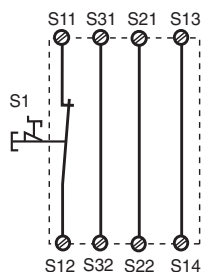
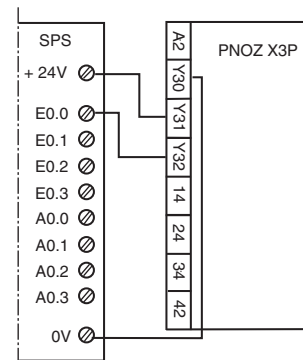

Fig. 2: Eingangskreis einkanalig, automat. Start/Single-channel input circuit, automatic reset/Comande par 1 canal, validation automatique
Fig. 10: Anschlussbeispiel für Halbleiterausgang/Connection of semiconductor output/
In Fig. 2 ... Fig. 10 sind Anschlussbeispiele für NOT-AUS-Beschaltung mit automatischem und überwachtem Start, Schutztüransteuerungen sowie Kontaktvervielfachung durch externe Schütze.
- Fig. 2 und 7: **keine** Verbindung S33-S34
Beachten Sie bei Fig. 2 und 7: Das Gerät startet bei Spannungsausfall und -wiederkehr automatisch. Verhindern Sie einen unerwarteten Wiederanlauf durch externe Schaltungsmaßnahmen.
In Fig. 2 ... Fig. 10 are connection examples for Emergency Stop wiring with automatic and monitored reset. Safety gate controls as well as contact expansion via external contactors.
- Fig. 2 and 7: S33-S34 **not** connected
Please note for Fig. 2 and 7: the device starts automatically after loss of power. You should prevent an unintended start-up by using external circuitry measures.
Les figures 2 à 10 représentent les différents câblages possibles du PNOZ X3P à savoir : poussoir AU avec réarmement automatique ou auto-côntrolé, interrupteurs de position et augmentation du nombre des contacts de sécurité par contacteurs externes.
- Fig. 2 et 7: **pas** de câblage sur S33-S34
Dans le cas de la figure 2 et 7, l'appareil se réarme automatiquement après une coupure et une remise sous tension. Évitez tout risque de redémarrage par un câblage externe approprié.